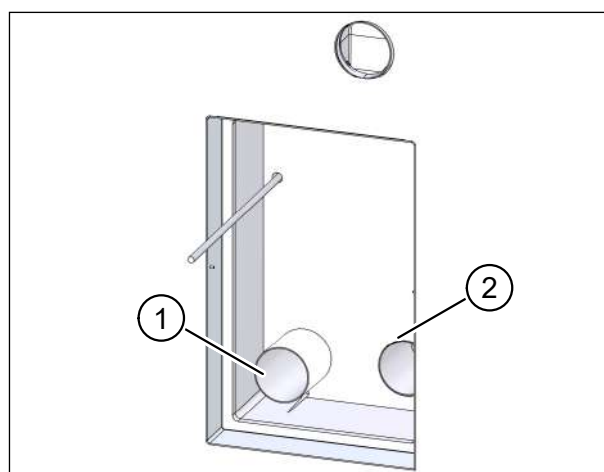

Fig. 70: Taglio dei tubi dell'aria
- ▶ Spingere i due tubi dell'aria (pos. 1 nella Fig. 70) nelle aperture del set di montaggio in modo che siano a livello con il lato interno del set di montaggio (pos. 2 nella Fig. 70).